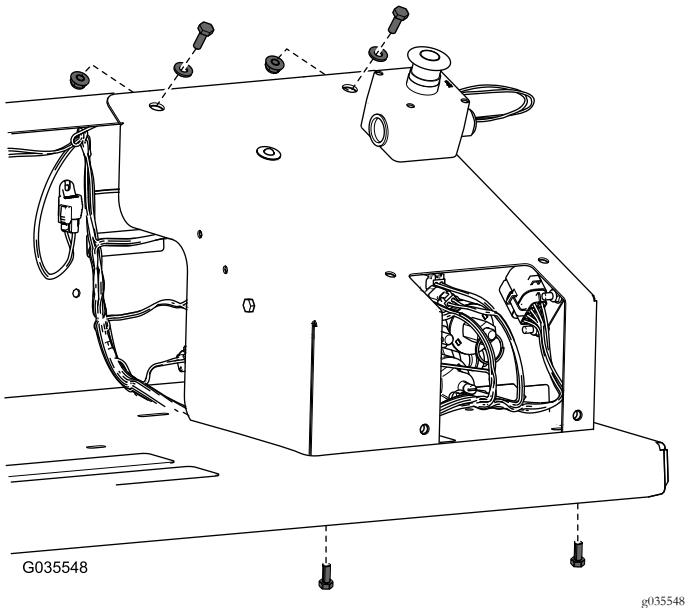

Рисунок 20
- 11. Прикрепите крышку к ограждению крыла, используя соответствующие болты, шайбы и гайки (Рисунок 20).